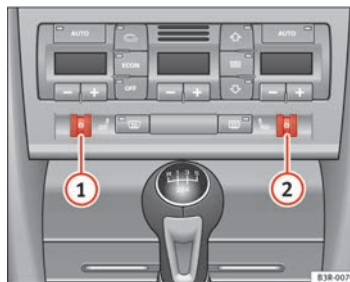

Abb. 131 Ausschnitt aus Instrumententafel: Rändelräder der Sitzheizung
Drehen Sie am Rändelrad ① bzw. ② ⇒ Abb. 131, um die Sitzheizung auf Fahrer- bzw. auf Beifahrerseite einzuschalten und zu regulieren.